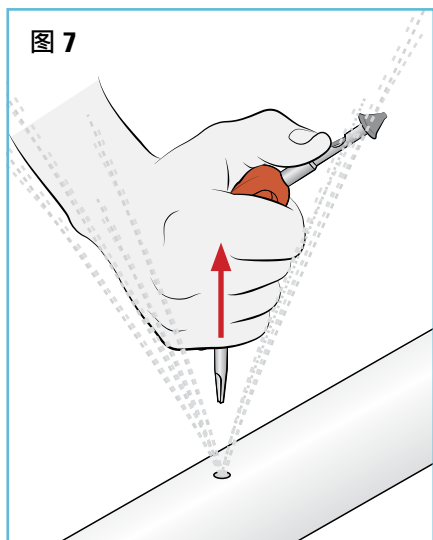
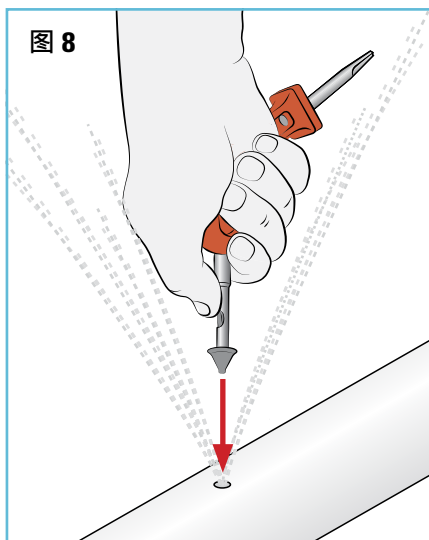

图 7
图 8
- 拔出开孔器 (图 7)，旋转手腕使工具反转，将 NetaFix 修复堵头快速刺入管道上已扩大的穿孔 (图 8)。